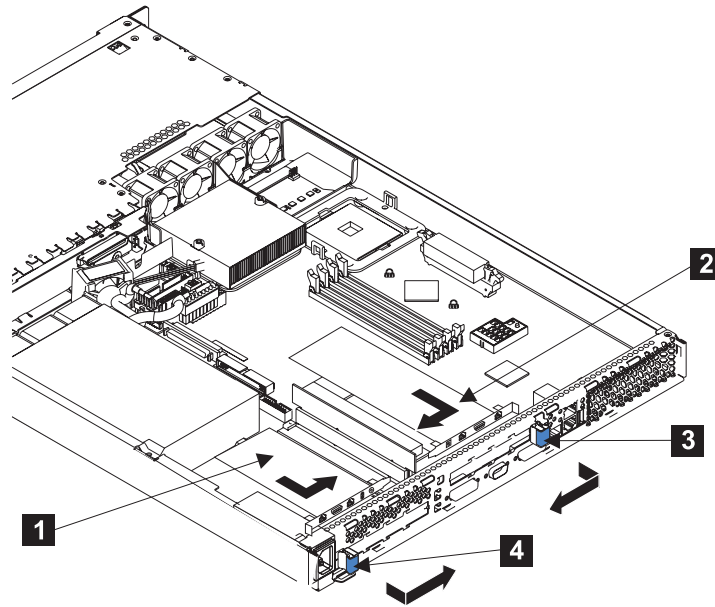

図 149. アダプターを取り付けた SAN ボリューム・コントローラー 2145-4F2
3. 拡張スロット・クリップ (183 ページの図 149 の **3** または **4**) をアダプターに向かう方向に回転させ、固定位置に押し込みます。